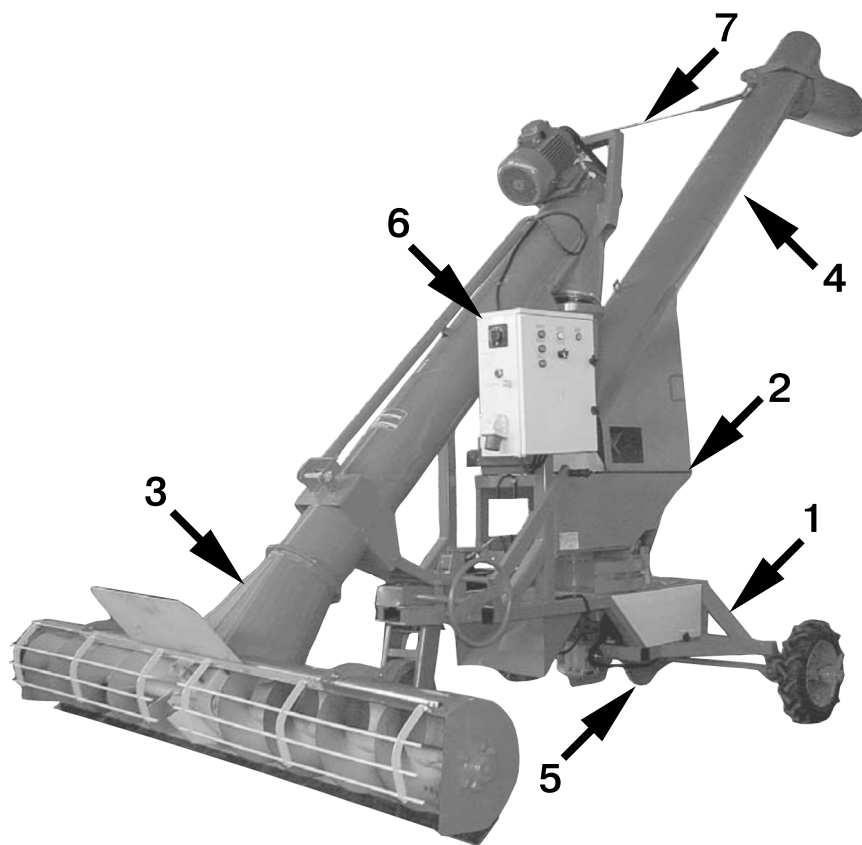

Рис. 1
1.2. Зернопогрузчик самопередвижной ПЗ-100 (рис. 1) производительностью 100 т/ч предназначен для механизации погрузочно-разгрузочных работ на открытых площадках с твердым покрытием и зерноскладах.
3.1. Машина состоит из следующих основных узлов и механизмов (рис. 1): рама с ходом 1, рама поворотная 2, транспортер загрузочный 3, транспортер отгрузочный 4, механизм самохода 5, пульт с электрооборудованием 6, шпренгель 7.